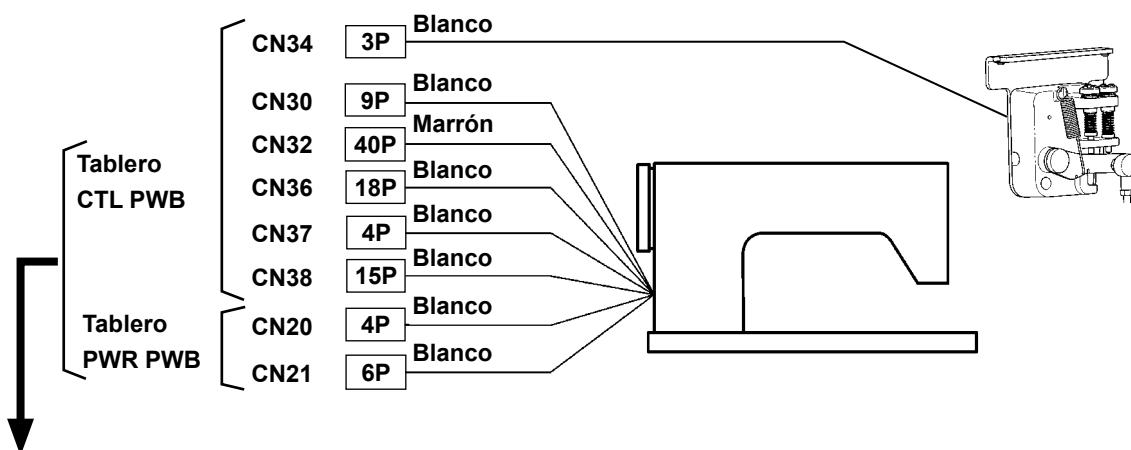

Figure. 2
- 3) Fije el conductor a tierra 4 en la posición A de la caja de control con un tornillo. (Figure. 2)